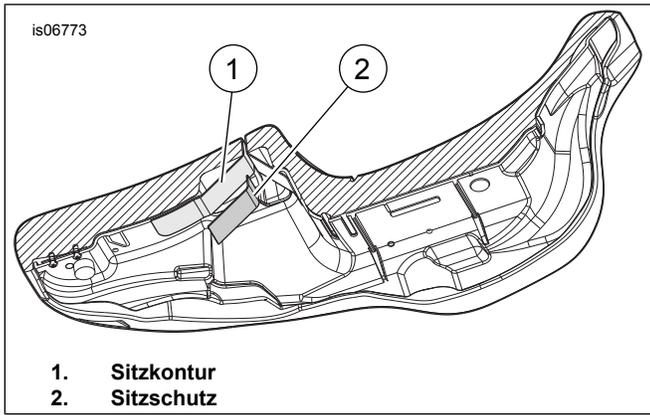

Abbildung 4. Unterseite des Sitzes
13. Abbildung 4 Die Form der Oberfläche, die der Sitzschutz (2) abdecken wird, beachten und sanft den Schutz so formen, dass er sich an die Sitzkonturen (1) anpasst.